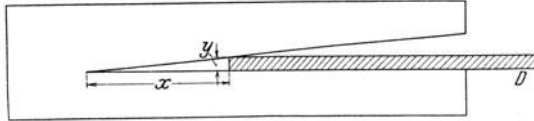

Fig. 12.
g) Schiebe den Draht  $D$  (Fig. 12) so in den Keilausschnitt, daß seine Stirnfläche die Hypotenuse berührt, lies die Abszisse  $x$  ab